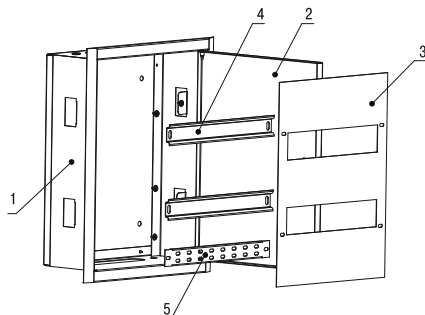

Рисунок 1
4.1 Корпус металлический ЩРв серии TREND (рисунок 1) состоит из оболочки (1) с открывающейся дверью (2), панели (3), DIN-реек (4) и реек под шины (5).